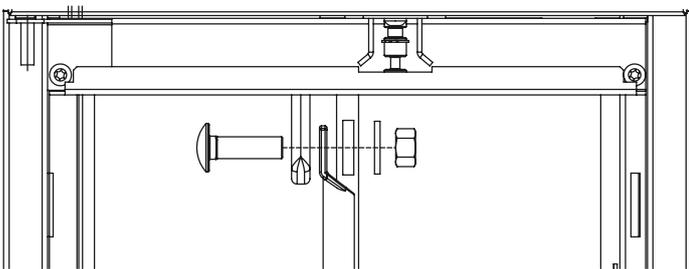

Figura 86. Collegamento dei cavi
- Collegare i cavi ai terminali come mostra la figura 86.